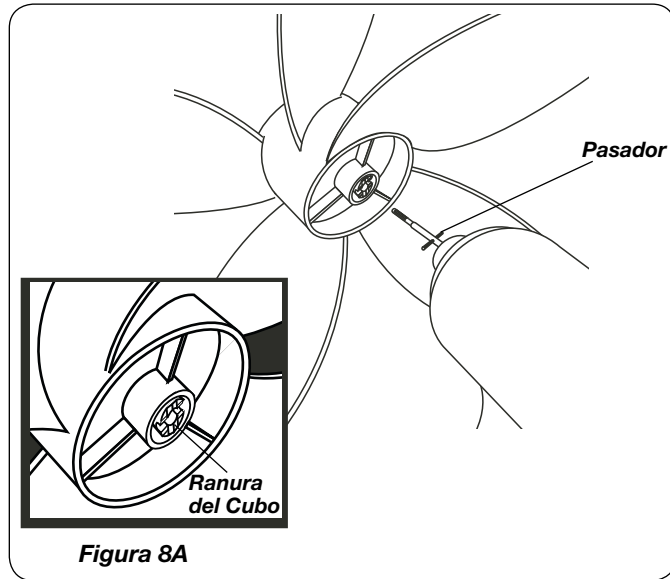

Figura 8A
- Asiente la **Parrilla Trasera** y sujetela con la **Tuerca de Plástico** hacia la Derecha. Deslice la **Helice** en el Eje del **Motor**. (*Figura 8*) Alinear la **Ranura Del Cubo** de la tapa con el **Pasador** del eje del motor. (*Figura 8A*)